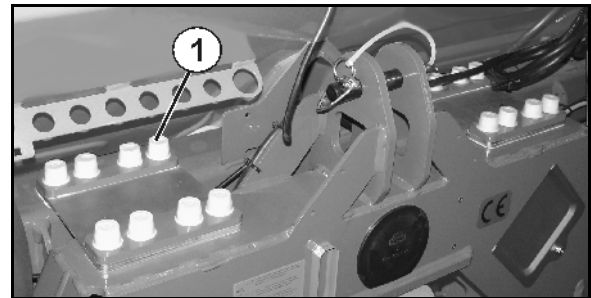

Fig. 54
- Lehtijousien 2 x 8 pulttia (Fig. 54/1)